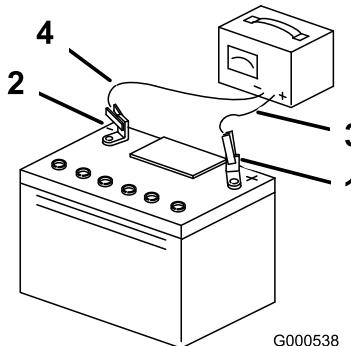

Figura 40
- Cuando la batería esté completamente cargada, desconecte el cargador de la toma de electricidad, luego desconecte los cables del cargador de los bornes de la batería (Figura 40).